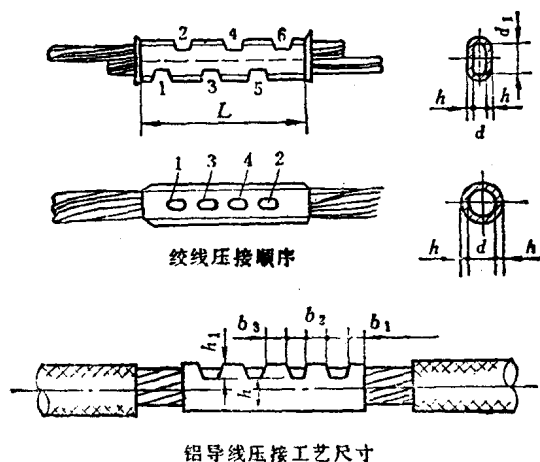

图1-3 铝导线压接
(2) 多股铝绞线的压接。截面在 $16\sim 240\text{mm}^2$ 的铝导线可采用手提式油压钳进行局部压接，如图1-3所示。压接前，先把两根导线端部的绝缘层剥去，每端剥去长度为联接管长度的一半加 5mm 。为确保压接质量，应使用钢丝刷除去导线表面的氧化膜，并涂上凡士林锌粉膏。然后把线芯从两端插入已清除氧化膜和油垢的联接管内，插入长度各占联接管的一半，并相应地划好压坑的标记。根据联接导线截面的大小，选好压模，装到钳口内进行压接。压坑尺寸及深度见图1-3，所注工艺尺寸见表1-3。
压接顺序见图1-3, 压完后, 用细纹锉刀锉去压坑边沿的棱角, 并用砂布打光, 再用浸汽油的抹布擦净。最后恢复绝缘。